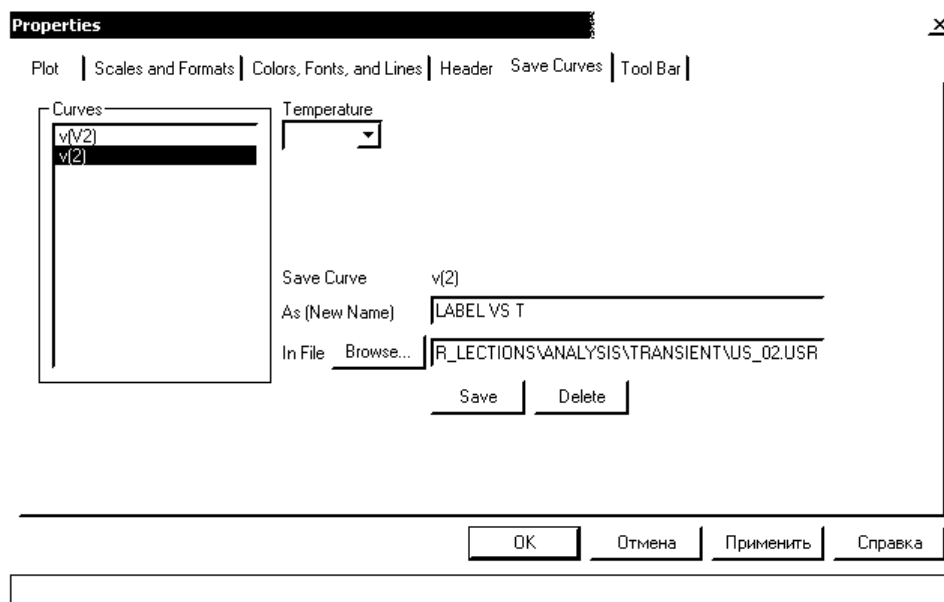

Рис. 4.11. Диалоговое окно Properties (закладка Save Curves)
**Properties** — открытие диалогового окна, имеющего 5 или 6 закладок: *Plot* — управление выводом графиков на экран и на принтер, *Scales and Formats* — выбор масштабов по осям координат, *Colors, Fonts and Lines* — выбор цвета объектов, параметров шрифта и типа линий, *Header*— нанесение заголовков в выходных числовых данных, *Save Curves* выбор одной или нескольких переменных для сохранения в файлах User Source (рис. 4.11), только в режиме TRANSIENT, *Tool Bar* — нанесение пиктограмм команд на панель инструментов);